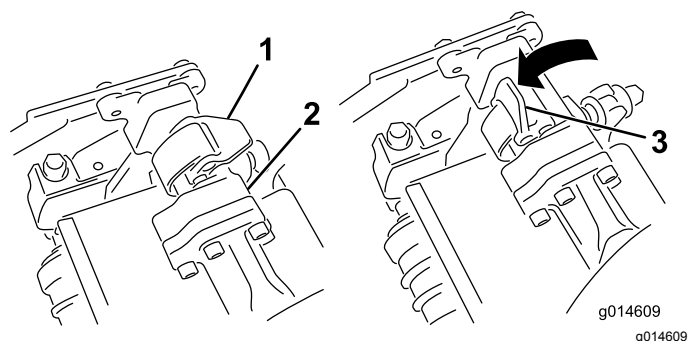

Figure 46
4. Fermez les verrous autour de la barre de l'unité de coupe et bloquez-les en place (Figure 46).
4. Ouvrez les verrous sur la barre du bras de suspension appartenant à l'unité de coupe que vous voulez déposer (**Figure 46**).